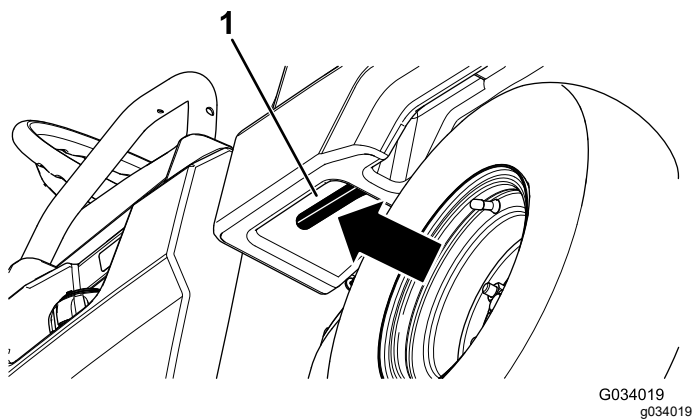

Bild 11
1. Ziehen Sie den Hebel an der linken Innenseite der Ladepritsche zu sich und heben Sie die Ladepritsche an (Bild 11).
1. Heben Sie den Riegel an, um die Ladepritsche etwas anzuheben (Bild 11).